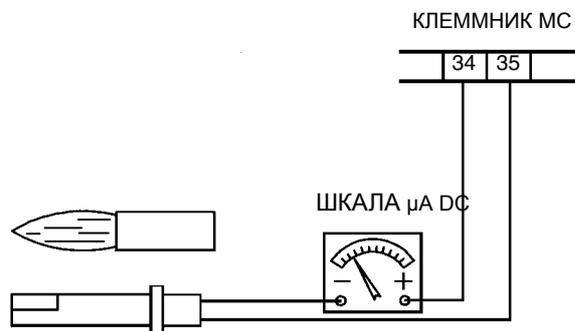

Рис. 25
- Проверить и тщательно почистить фоторезистор улавливания пламени, если необходимо заменить его. В случае возникновения сомнения, проверить контур улавливания пламени после установки на место горелки и ввода ее в действие, следуя схеме на Рис. 25;
Для того, чтобы замерить контрольный сигнал, действовать согласно схеме на Рис. 25. Если сигнал не соответствует указанным параметрам, проверить электрические контакты, чистоту головки сгорания, положение фоторезистора и, при необходимости, заменить его.